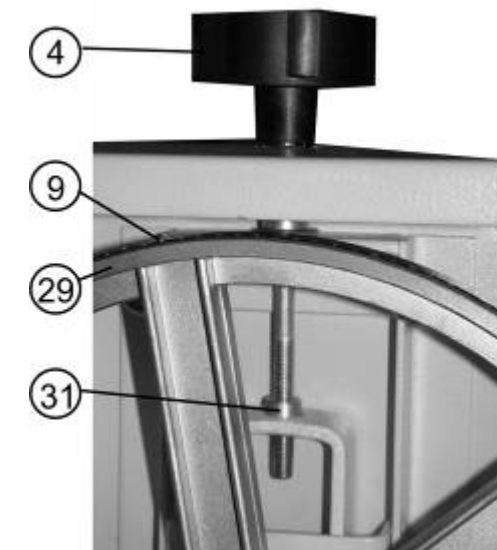

Рис. 9
11.4. Регулировка натяжения пильной ленты (Рис. 9)